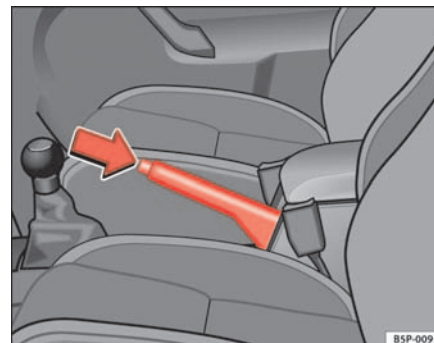

Fig. 139 Travão de mão entre os bancos dianteiros
- Puxar a alavanca do travão de mão com força ⇒ fig. 139.
- Puxar a alavanca um pouco para cima, premir o botão desbloqueador no sentido da seta ⇒ fig. 139 e reconduzir a alavanca do travão de mão totalmente até baixo ⇒ ⚠.